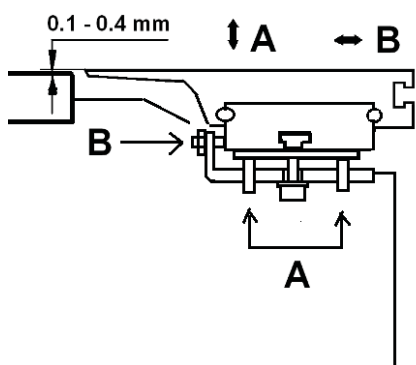

Рис. 9
- Каретка должна быть выровнена параллельно поверхности стола и быть 0,1 - 0,4 мм выше, чем стол. Используйте поперечную планку для проверки (рис. 9).